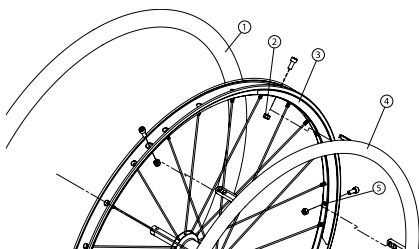

Fig. 33
- Enlevez le pneu (1) en utilisant des leviers à pneus en plastique (Fig. 33).
- Enlevez les boulons (2) à l'intérieur de la jante (3).
- Remplacez le cerceau de conduite (4) ou repositionnez-le dans les autres trous de montage (5).
- Réinstallez les boulons (2) et serrez-les fermement.
- Réinstallez le pneu (1) sur la jante.